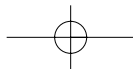

FIG. 26
2. Réglage du loquet (fig. 26)